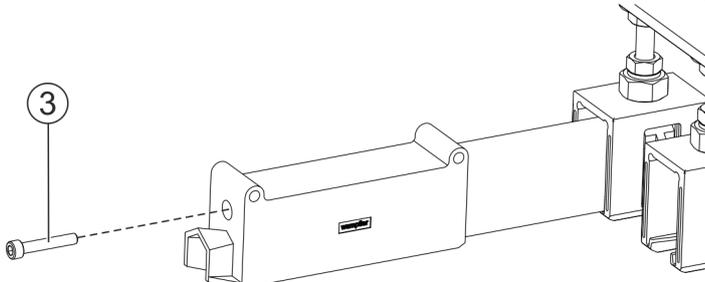

Fig. 100 : Serrer la vis à tête cylindrique.
→ Serrer la vis à tête cylindrique (pos. 3) DIN912-M6x35 (voir Fig. 100).